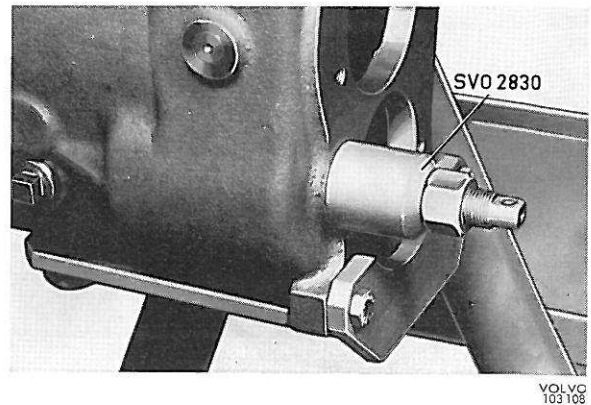

Figure 17. Démontage de l'arbre de marche arrière
10. Extraire l'arbre de marche arrière en se servant de l'extracteur 2830, voir figure 17, et démonter le pignon de marche arrière.
11. Sortir l'arbre de marche arrière en se servant de l'extracteur 2830, voir figure 17, et démonter le pignon de marche arrière.